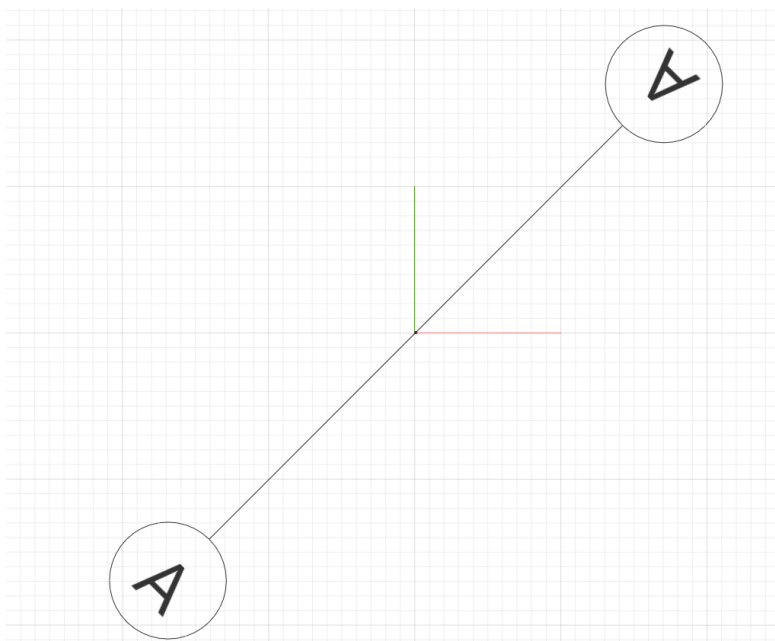

Рис. 8
- Нажмем клавишу **SHIFT**. При появлении точки в узле сетки щелкнем левой кнопкой мыши (рис. 8)